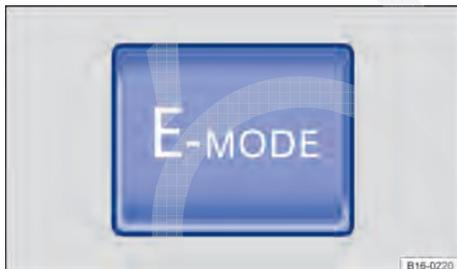

Fig. 22 Na parte inferior do console central: botão para o modo de condução E-MODE.
Para *ativar* ou *desativar* o modo de condução E-MODE, pressionar o botão  → Fig. 22.
- O botão para o modo de condução E-MODE  → Fig. 22 foi pressionado uma segunda vez.